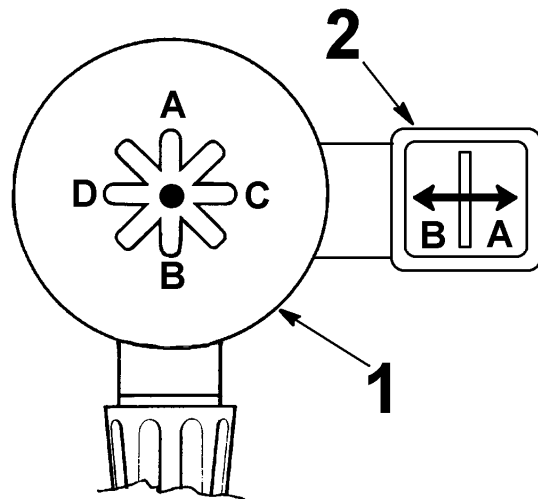

Рис.13
3. Переведите ручку управления (#1 Рис. 13) в положение **A**: рычаг держателя будет двигаться вверх.
Переведите ручку управления (#1 Рис. 13) в положение **B**: рычаг держателя будет двигаться вниз.
4. Переведите ручку управления (#1 Рис. 13) в положение **C**: каретка держателя инструмента будет двигаться вправо.
Переведите ручку управления (#1 Рис. 13) в положение **D**: каретка держателя инструмента будет двигаться влево.
5. Переведите переключатель (#2 Рис. 13) в положение **A**: рычаг держателя инструмента будет двигаться вправо.